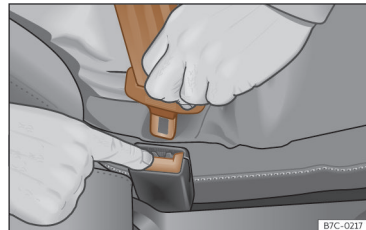

Abb. 20 Schlosszunge vom Gurtschloss lösen.
- Rote Taste im Gurtschloss drücken »» **Abb. 20**. Die Schlosszunge wird aus dem Schlossteil gelöst.